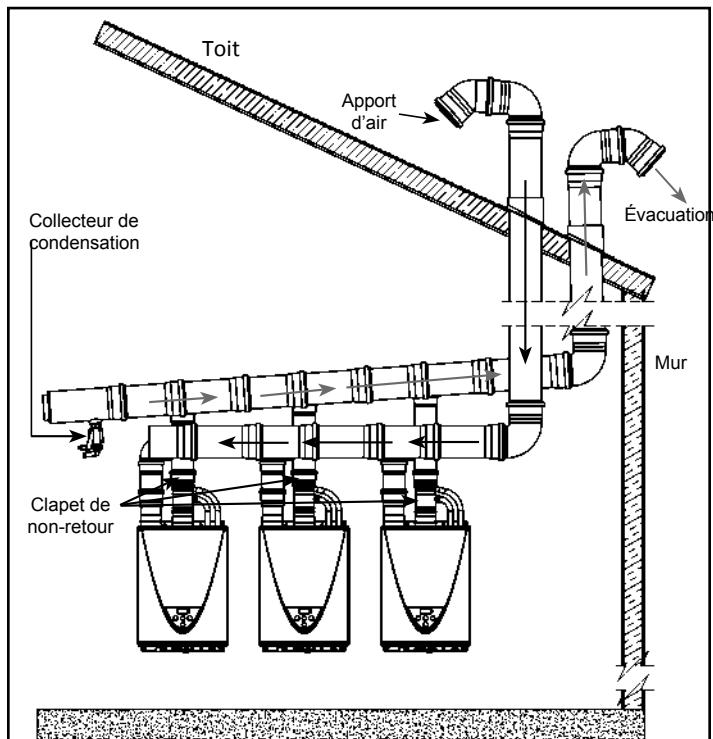

Figure 4. Installation typique, ventilation commune à travers le toit
6. La terminaison à travers le toit des conduits d'évacuation et d'approvisionnement d'air doit se composer d'un coude à 90° suivi d'un coude à 45°, comme illustré dans Figure 4 à Figure 11. Il est possible d'utiliser deux coudes à 90° successifs. Installez une grille anti-vermine (quadrillé minimum de 3/4 po (19 mm)) dans chacune des terminaisons afin de bloquer l'entrée de tout corps étranger.